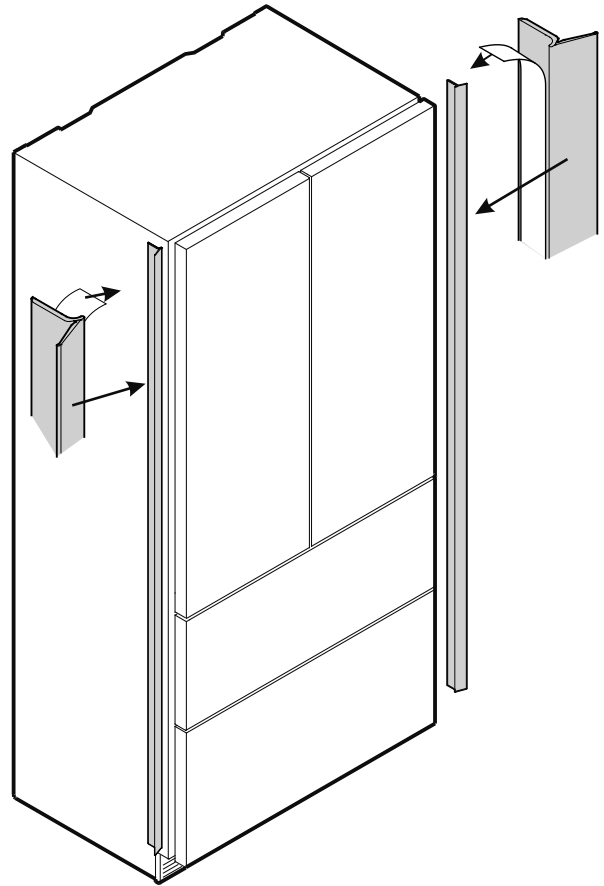

Figure 12
Couvre-joints - Figure 12
- Oter la bande des couvre-joints et les coller sur le bord gauche et droit de la face de l'appareil (Figure 12).